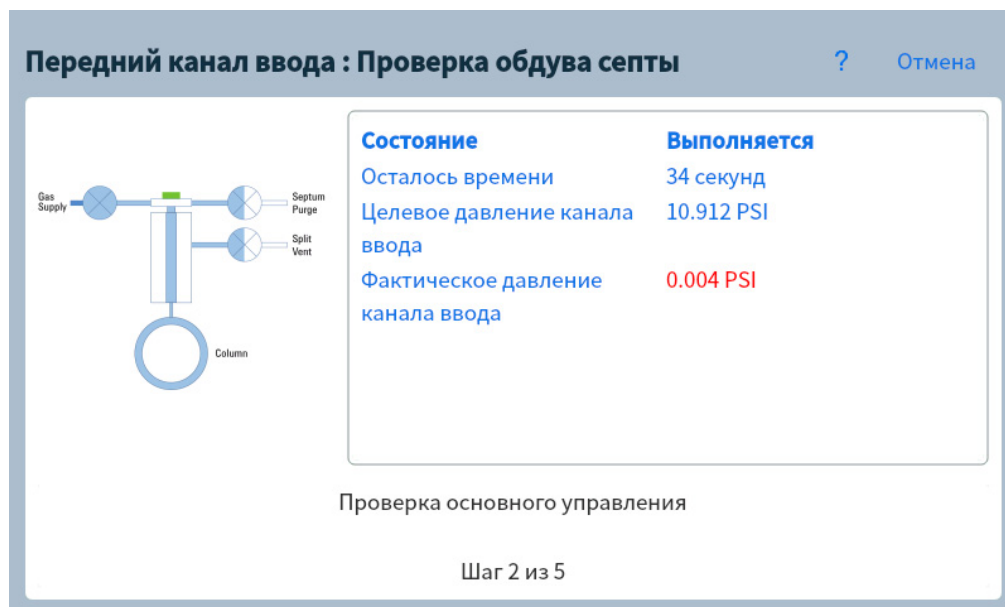

Рис. 31. Страница проверки утечек и ограничений
- 3 Выберите **Начать тест**. Начнется выполнение проверки. На экране появятся сведения о проверке и ее результаты. См. **Рис. 31**.